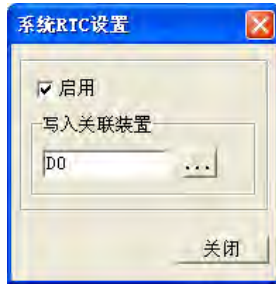

图 5-22 系统 RTC 设置
用于将TP人机内部时间、星期、日期，写到关联装置内，如图 5-22。可单击 **系统设置 (G)** > **系统 RTC设置 (C)**。将开启系统RTC设置窗口，单击「关联装置」按钮，将开启关联装置设置窗口，请参阅第 4.1.1 节。